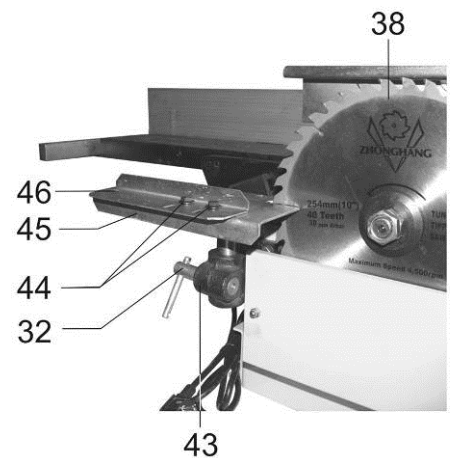

Рис. 6
## 8.4. Установка рабочего стола для шипорезных работ (Рис. 6)
- установить пильный рабочий стол (39) на высоту так, чтобы верхняя точка пильного диска (38) превышала толщину пиления заготовки на высоту зуба пильного диска (38) (см. п. 8.2.2.);
- демонтировать направляющую планку (9) (см. п. 8.5.).
- зафиксировать выбранное положение направляющей планки (46) на рабочем столе (45) относительно пильного диска (38) двумя установочными болтами (44), Рис. 6.